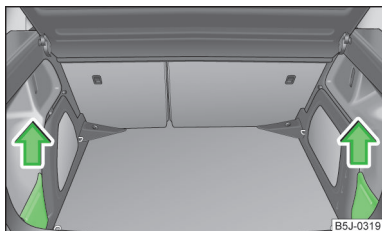

Abb. 75
- Die Abdeckung am oberen Teil fassen und vorsichtig in Pfeilrichtung » Abb. 75 herausnehmen.